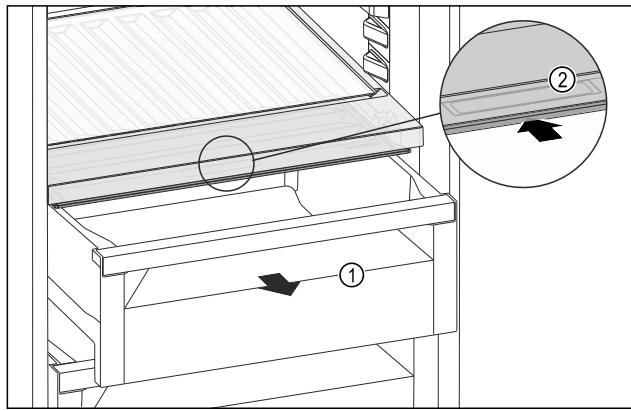

Fig. 124
- Schubfach Fig. 124 (1) herausziehen.
- Griffmulde Fig. 124 (2) am Fachdeckel anfassen und Fachdeckel gleichzeitig nach hinten schieben.